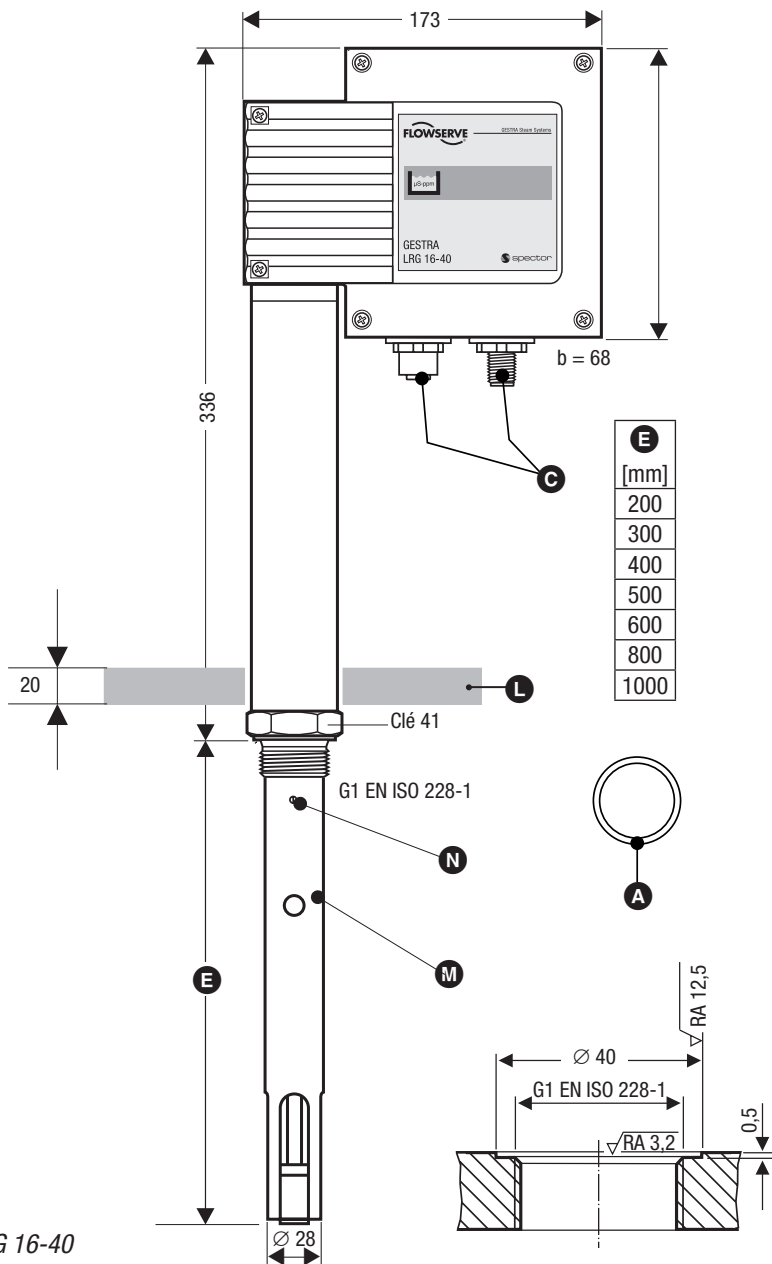

Fig. 2 LRG 16-40
1. Contrôler les surfaces d'étanchéité du raccord fileté de la bouteille ou du couvercle. (voir **Fig. 2, 3, 4**). Si nécessaire, retoucher conformément aux indications du dessin.